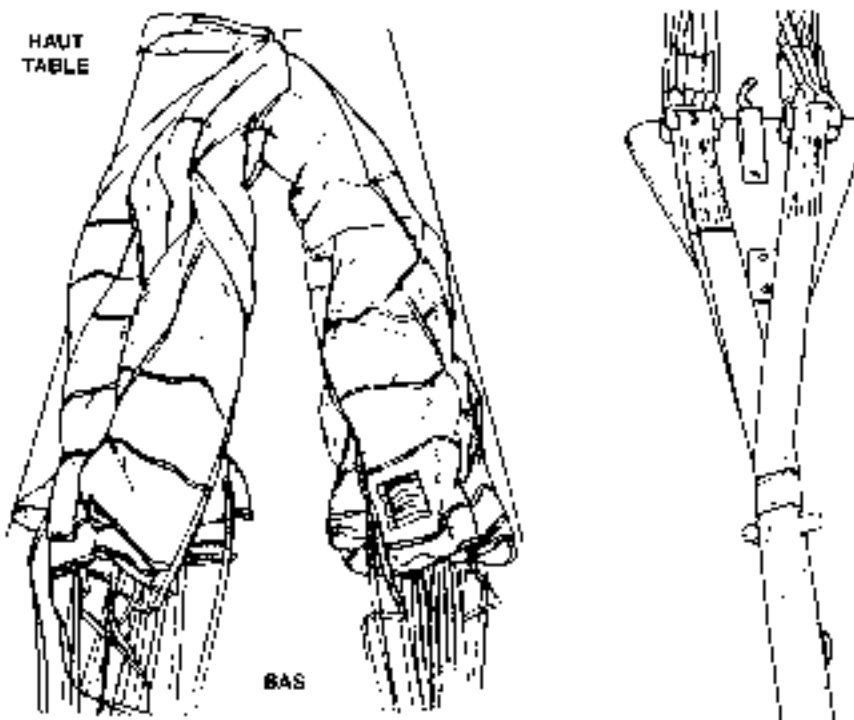

Fig. 4.23 - Séparation de la voile en deux groupes
- Séparer la voile en deux groupes de manière à avoir le cartouche d'identification sur le dessus du groupe de droite, les suspentes au bord d'attaque n°17 à 32 à gauche et n°1 à 16 à droite (fig. 4.23).